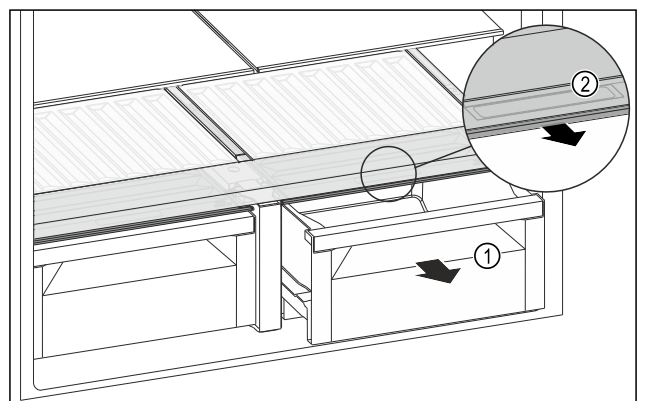

Fig. 138
- ▶ Schubfach *Fig. 138 (1)* herausziehen.
- ▶ Griffmulde *Fig. 138 (2)* am Fachdeckel anfassen und Fachdeckel gleichzeitig nach vorne ziehen.